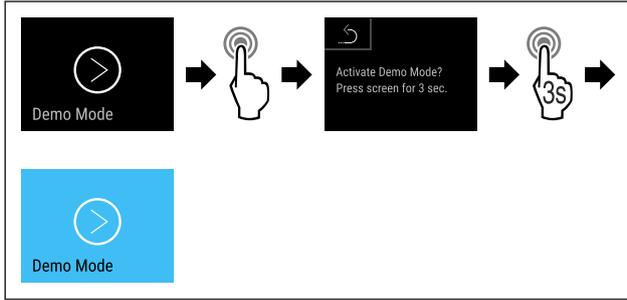

Fig. 159
- ▶ Handlungsschritte (siehe Fig. 159) durchführen.